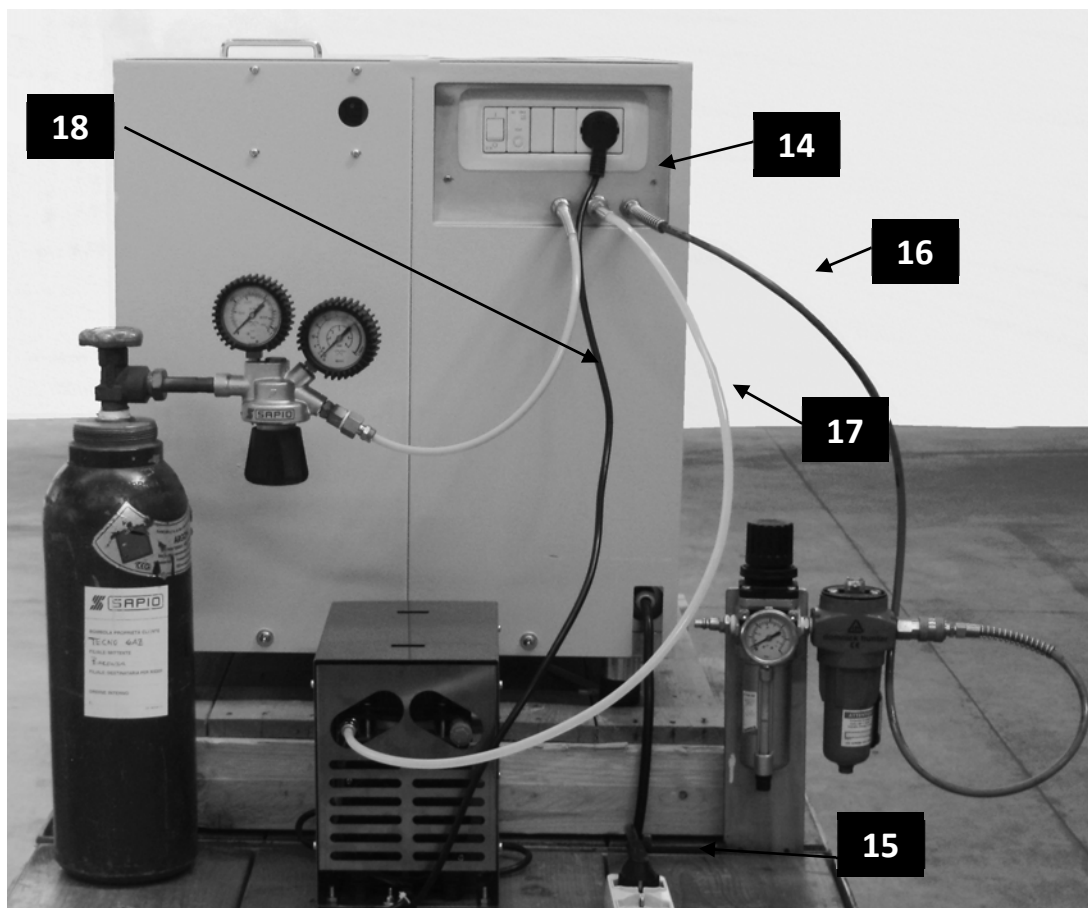
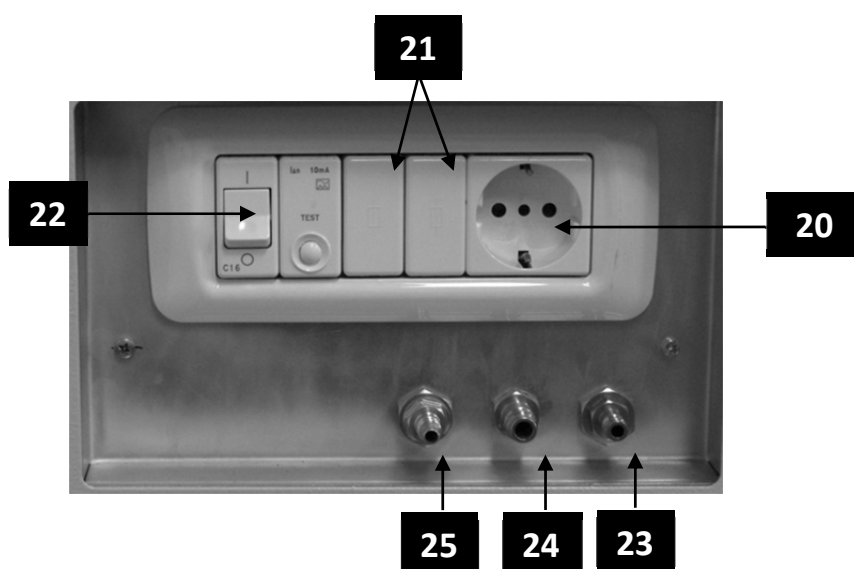

Fig. 2
Fig. 3
El cable para la alimentación eléctrica (Pos.15, Fig.2)
El tubo para la conexión al aire comprimido (Pos.16, Fig.2)
El tubo para la conexión con la bomba del vacío (Pos.17, Fig.2)
El tubo para la conexión con la bombona del gas argón (Pos.18, Fig.2)
La toma para la alimentación de la bomba del vacío con las relativas protecciones (Pos. 20, Fig. 3).
El interruptor general con el cortocircuito (Pos.22, Fig.3).
2) Controlar que el interruptor general (Pos.22, Fig. 3) esté en posición "0" (apagado); introducir la espiga de alimentación (Pos.15, Fig.2) en una toma de corriente con las siguientes características:
luego, introducir el acoplamiento rápido hembra de dicho tubo (Pos.16, Fig.2) en el acoplamiento macho (Pos. 23, Fig.3).
4) Conectar el tubo blanco ( Pos.17, Fig.2 ) a la unión de aspiración de la bomba de vacío y el acoplamiento rápido hembra al acoplamiento macho (Pos. 24, Fig.3).
5) Introducir la espiga de la bomba del vacío (Pos.14 , Fig.2) en la toma colocada en la fundidora (Pos. 20, Fig.3).
6) Si estuviera previsto el funcionamiento con gas argón, conectar el tubo amarillo (Pos. 18, Fig. 2) al reductor de presión de la bombona de gas ARGÓN y programar una presión de 3 Bar, luego introducir el acoplamiento rápido hembra del tubo en el acoplamiento macho (Pos.25, fig.3).
Efectuadas las conexiones como en la Fig.2-3, controlar que la puerta superior y la tapa del horno estén abiertas, luego, accionar el interruptor general (Pos.22, Fig.3). Presionando el pulsador "ON", se ilumina la pantalla, aparece durante pocos segundos el logotipo del fabricante (video A) y sucesivamente la situación de la máquina con el último ciclo efectuado (video B0).